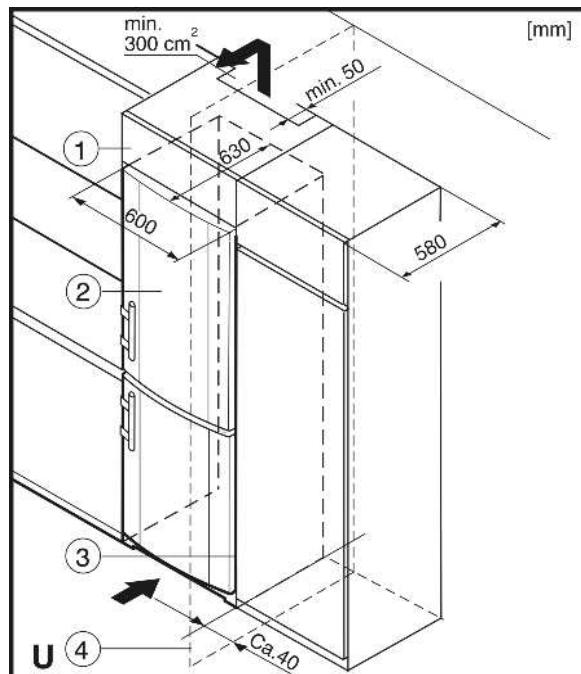

Fig. 9
- (1) Дополнительный шкафчик
(2) Устройство
- (3) Кухонный шкаф
(4) Стенка
Устройство может быть окружено предметами кухонной обстановки. Чтобы уравнять устройство Fig. 9 (2) по высоте с кухонной стенкой, можно установить над устройством соответствующий дополнительный шкафчик Fig. 9 (1).
При комбинировании с обычными кухонными шкафами (глубина макс. 580 мм) устройство можно установить непосредственно рядом с кухонным шкафом Fig. 9 (3). Дверь устройства выступает по сторонам на 34 мм и по центру устройства на 50 мм относительно передней стенки кухонного шкафа. Поэтому ее можно свободно открывать и закрывать.
Если устройство установлено на шарнирах у стены Fig. 9 (4), то расстояние между устройством и стеной должно быть не менее 40 мм. Настолько выступает ручка при открытой дверце.